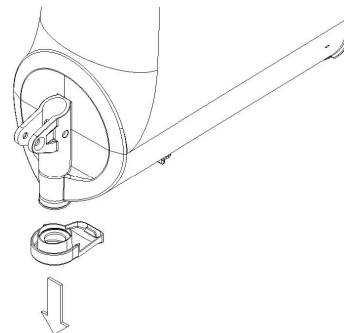

figura 12
7 Rimuovere dal contenitore il restrittore di flusso (vedere figura 12).
- 5 Rimuovere dal contenitore il restrittore di flusso (vedere figura 12).